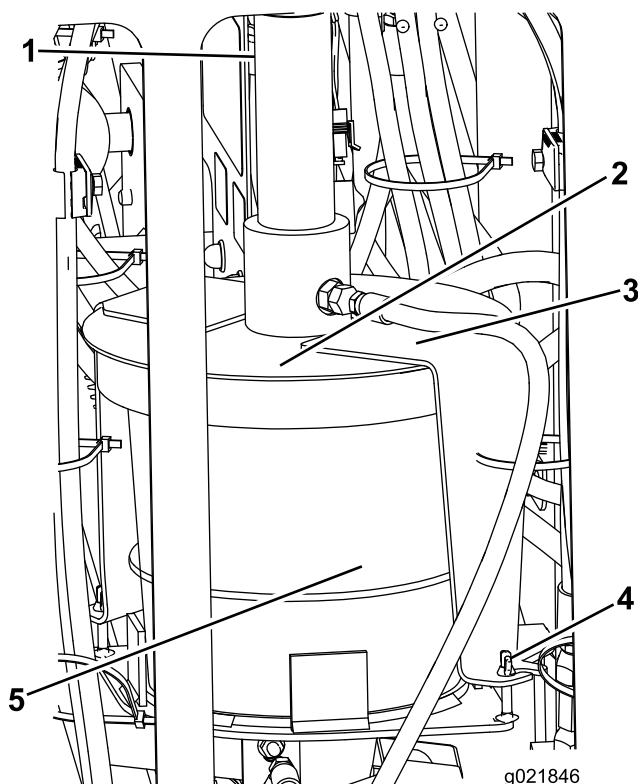

Рисунок 93
3. Ослабьте барашковые гайки крепления накладок крышки к машине (Рисунок 93).
4. Поверните крышку и снимите ее наклейки с крепежных болтов (Рисунок 93).
5. Поднимите крышку в сборе, сняв ее с пустой емкости состава для резьбы (Рисунок 93).
7. Вставьте плунжер в новую емкость и опустите крышку в сборе на емкость (Рисунок 93).
8. Наденьте наклейки крышки на крепежные болты и поверните крышку, чтобы наклейки находились на болтах (Рисунок 93).